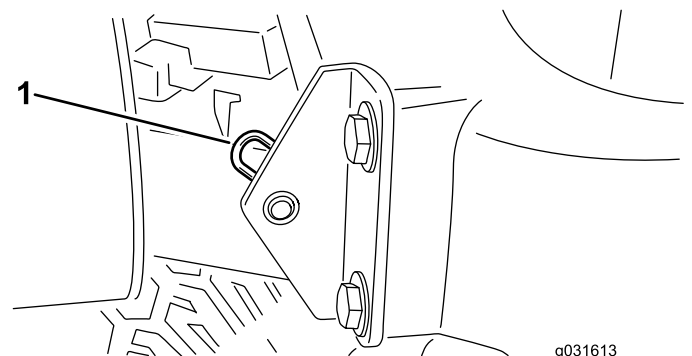

Figure 35
2. Retirez la goupille fendue qui fixe le pivot de capot aux supports (Figure 35).